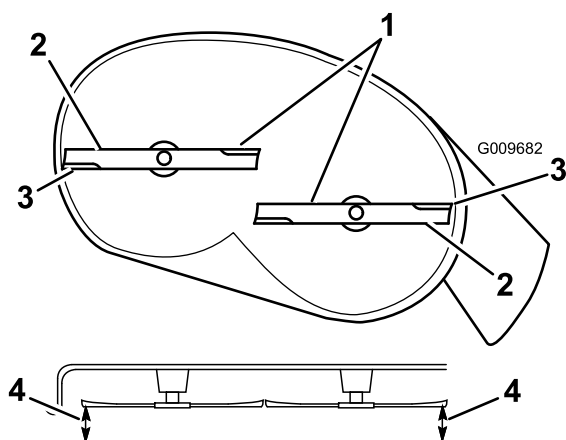

Figure 52
4. Faites pivoter la ou les lames avec précaution pour qu'elles soient toutes parallèles (Figure 52).
- Mesurez la distance entre les tranchants extérieurs et le sol plat (Figure 52). Si les deux mesures diffèrent de plus de 5 mm (3/16 po), un réglage s'impose. Poursuivez la procédure.